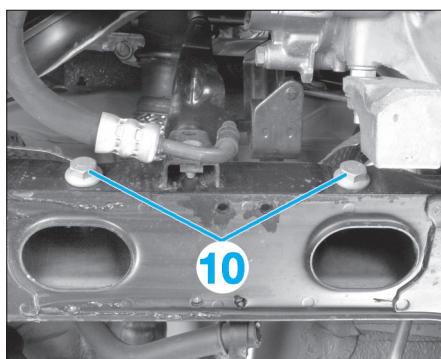

FIG. 13
- Déposer les vis de fixation (10) du boîtier de direction sur le berceau ainsi que les entretoises (Fig.13).